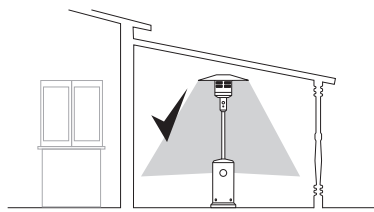

Рис. 1. Правильное размещение прибора в открытом хорошо проветриваемом помещении.
- Не накрывайте прибор и не ограничивайте движение воздушного потока. Перед включением инфракрасного газового обогревателя уберите посторонние предметы вокруг него. Все возгораемые вещества должны быть удалены из комнаты. Минимальные расстояния перед инфракрасным газовым обогревателем: – на рис. 1.